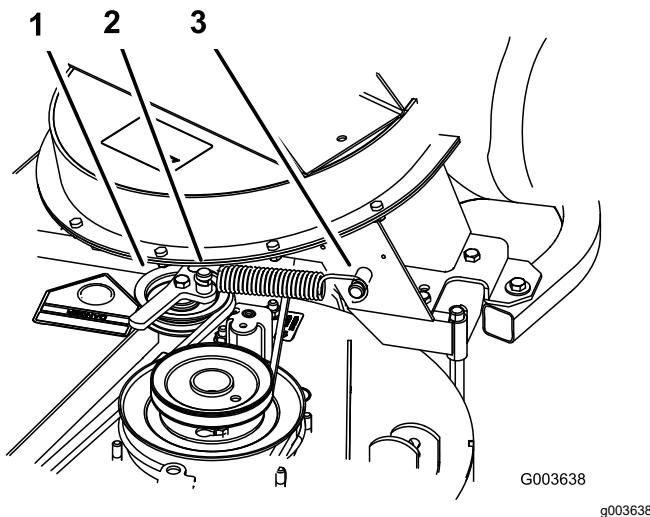

Figura 20
- Montate la molla come illustra Figura 20.